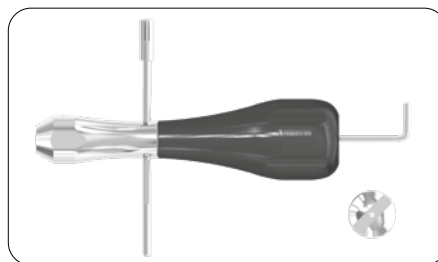
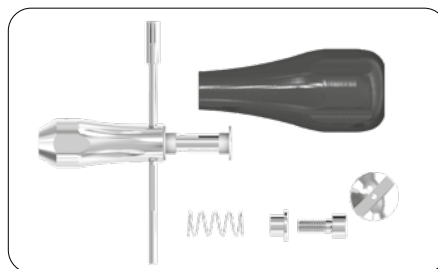

Fig. 5
Fig. 6
Die darunterliegende Zylinderschraube mit dem tomas®-screwdriver key 3.0 (Innensechskantschlüssel 3,0) entfernen (Fig. 5) und den tomas®-screwdriver in seine Bestandteile zerlegen (Fig. 6).